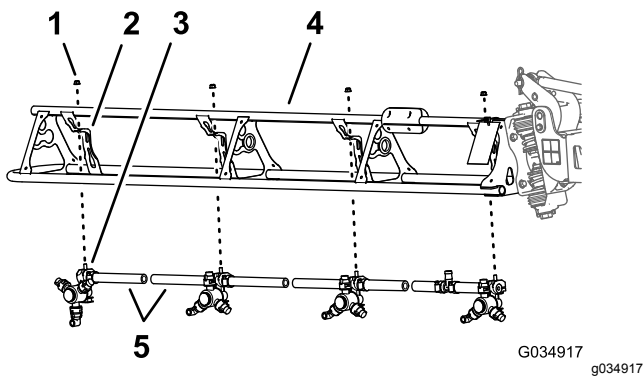

Figure 67
- Sur la section de rampe extérieure, coupez le flexible entre les 2 buses de pulvérisation (Figure 67).
- Retirez le contre-écrou à embase (5/16") qui fixe la buse de pulvérisation à son support (Figure 67).
- Sur la section de rampe centrale, coupez le flexible entre les 2 buses de pulvérisation (Figure 67).